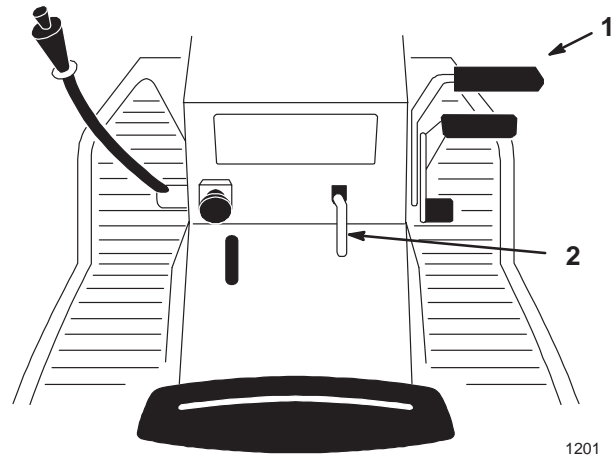

Abbildung 3
1. Das Bremspedal (Abb. 3) herunterdrücken und in der gedrückten Position halten.
2. Den Feststellbremsenhebel (Abb. 3) hochziehen und den Fuß allmählich vom Bremspedal nehmen. Das Bremspedal sollte in heruntergedrückter (gesperrter Position) bleiben.
1. Das Bremspedal (Abb. 3) herunterdrücken. Der Feststellbremsenhebel sollte sich lösen.